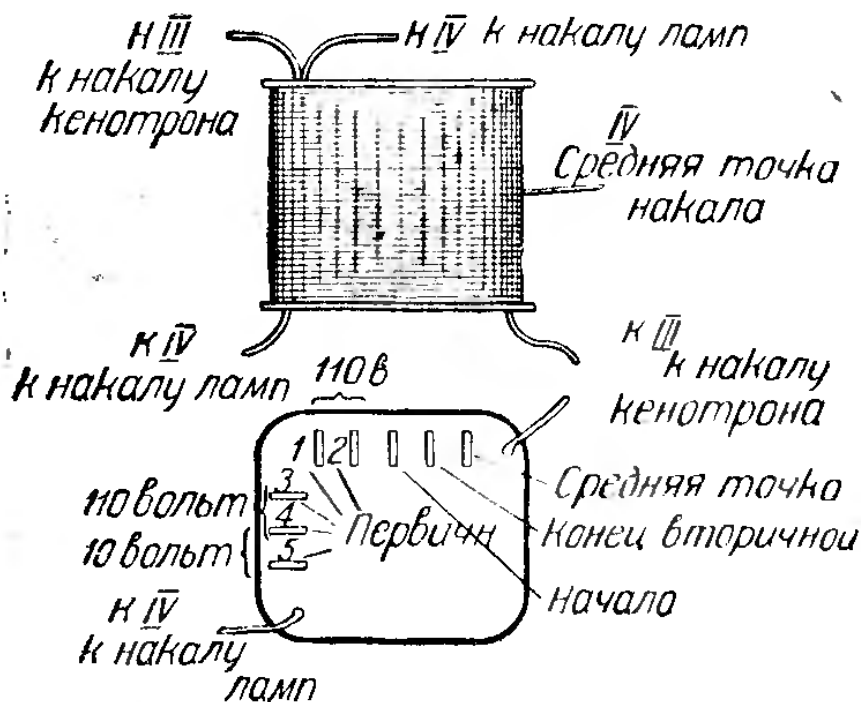

Рис. 93. Расположение выводов концов обмоток трансформатора ЭЧС-3.
Расположение выводов у трансформатора ЭЧС-3 показано на рис. 93. Из этого рисунка мы видим, что концы сетевой и повышающей (вторичной) обмоток трансформатора подведены к контактам, укрепленным на щечке каркаса. Концы же накальных обмоток кенотрона (III) и лампы приемника (IV) выведены из катушки гибким проводом. Через щечку, на которой расположены контакты первичной и повышающей обмоток, выведены по одному концу III и IV обмоток; остальные же концы накальных обмоток выведены через вторую щечку катушки. Обмотка (III) накала кенотрона не имеет средней точки. Плюс анодного напряжения берется непосредственно от одного из двух концов этой обмотки.